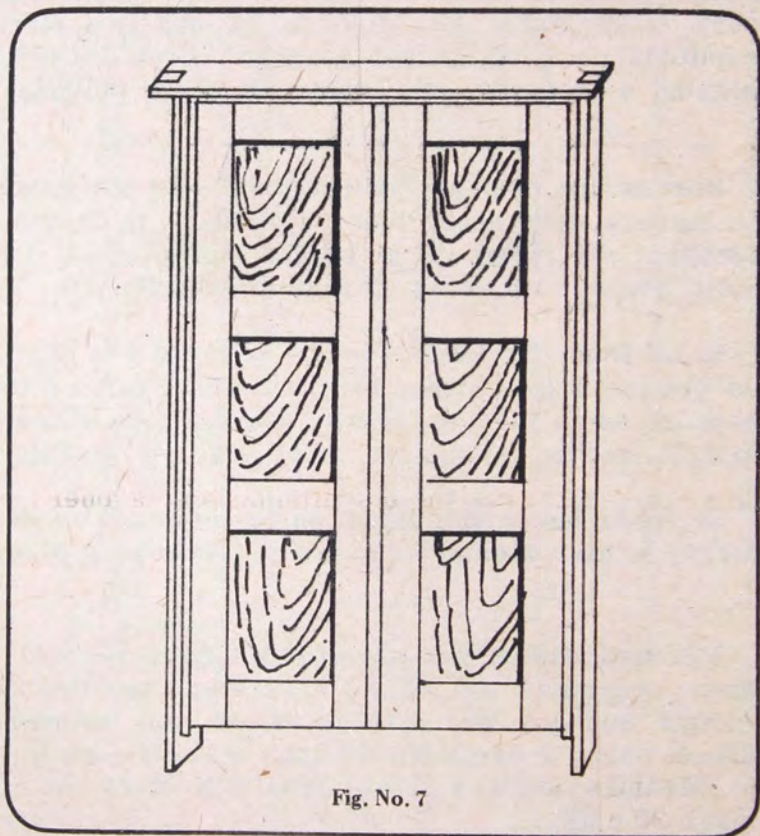

Fig. No. 7
Los pasos anteriores nos dieron como resultado el elegante modelo de puerta que se observa en la figura No. 7 .
diferencia de que es de 1.10 metros de largo (figura No. 6). En la gráfica de la figura No. 7 vemos reteñido los recibidores pata-luz; son del tamaño (figura No. 7) de la puerta de una hoja, también con la diferencia de que el 8 es más largo.
**Medidas:** 1 cm grosor, 6 cms ancho y del largo de la ventana (figura No. 7).
**Forros cortos.** Medidas: el ancho y grosor, los mismos de la figura No. 7; el largo, 38 cms (figura No. 8).